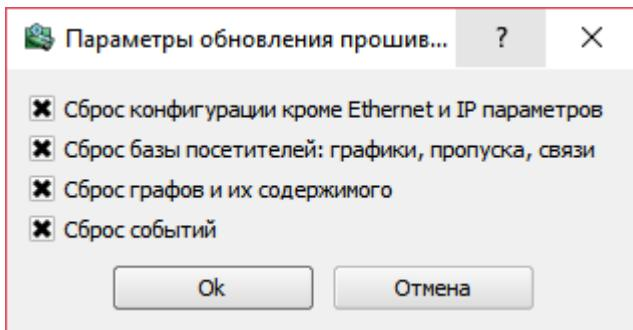

Рисунок 8
7. Выбрать файл с прошивкой и нажать «Открыть». Появится окно параметров прошивания (рис. 8). Выбрать все параметры и нажать «OK».